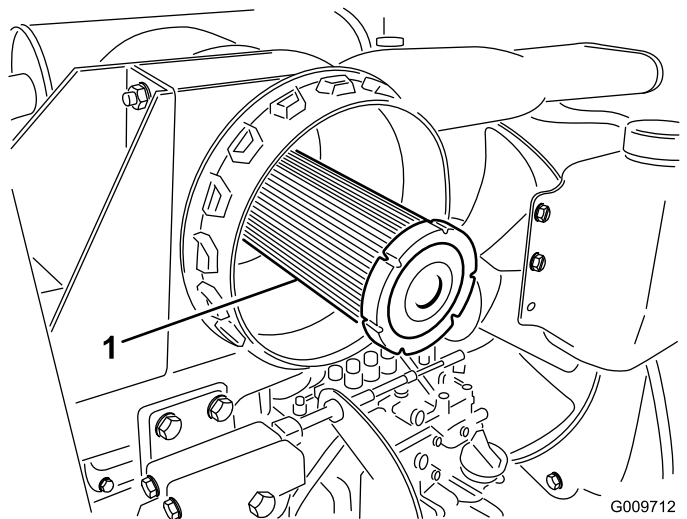

Рисунок 66
**Внимание:** Никогда не пытайтесь очистить контрольный фильтр (Рисунок 66). Замену контрольного фильтра следует производить после каждых трех обслуживаний фильтра грубой очистки.